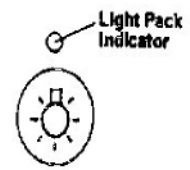

Fig.3-2 Touche lumière instrument
(Fig.3-2 rep. 12)**
D. Touche de contrôle du sens de rotation du micromoteur électrique (Fig.3-2 Rep 8)